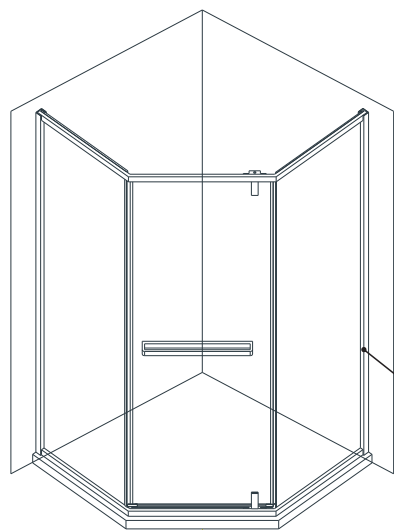

图7
10. 重新检查一次淋浴屏，开关门是否顺畅，各部件是否固定紧。确认安装无误后，整体清洁淋浴屏，最后在边柱型材与玻璃间，边柱型材与墙面间，大理石与玻璃和拉杆间，打好玻璃密封胶，待24小时玻璃胶干透后，方可放心使用。(如图7所示)。